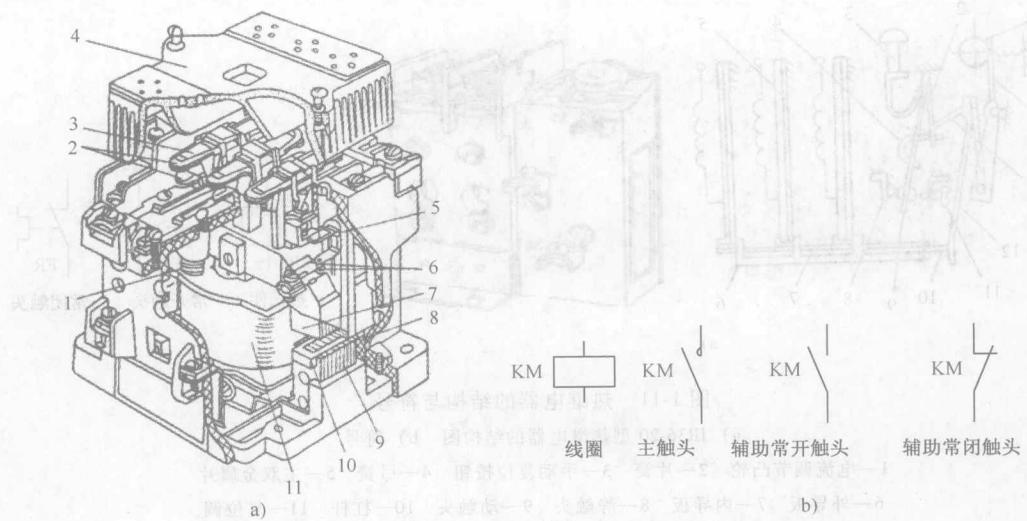

图 1-13 接触器的结构与符号
2) 结构与符号。如图 1-13 所示，交流接触器主要由电磁系统、触头系统、灭弧装置及辅助部件等组成。其工作原理为接触器线圈加上额定电压后，在静铁心中产生磁通，该磁通对其衔铁产生克服复位弹簧拉力的电磁吸力，使衔铁通过传动机构带动其触头动作，即常闭触头断开、常开触头闭合；当接触器线圈两端的电压值降到一定数值（失电压或欠电压）时，铁心中的磁通下降，电磁吸力减小到不足以克服复位弹簧的反作用力时，衔铁就在复位弹簧的作用力下释放复位，使常开触头复位分断、常闭触头复位闭合。